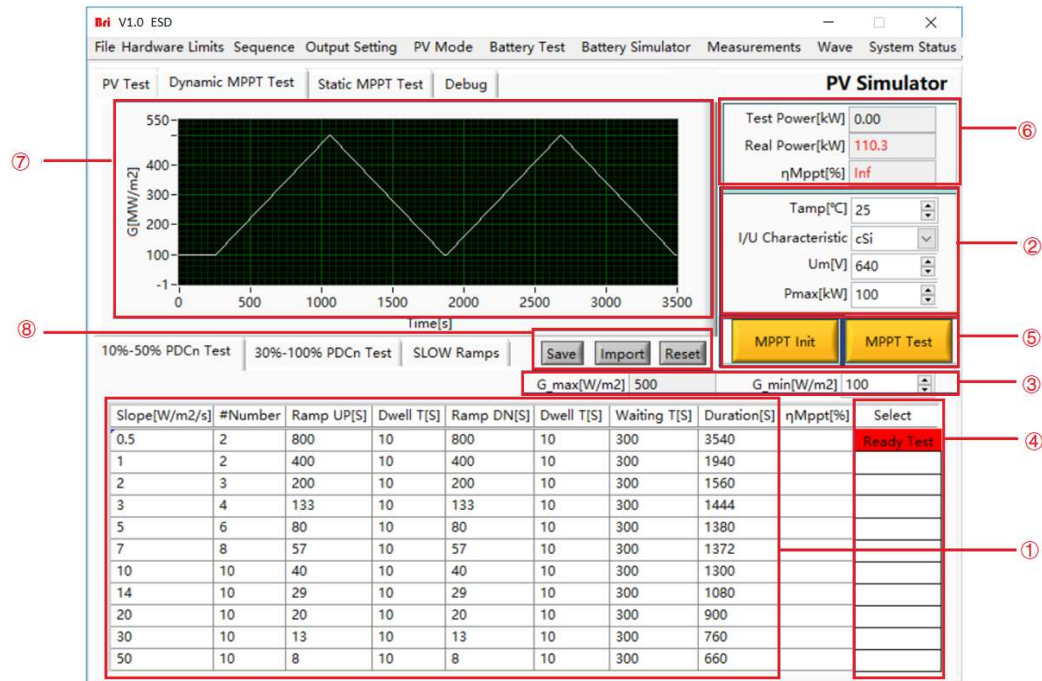

图 5-15 动态 MPPT 测试
**测试步骤：**设置温度 ( $T_{amp}$ )，I/U 特性 (晶硅/薄膜方式)， $U_m$ 、 $P_{max}$ ，起始辐照度等参数 (图 5-15②③)，点击切换测试行所在状态为红色准备状态 (图 5-15④)，依次点击“初始化按钮”(MPPT Init) → “MPPT 测试按钮” (MPPT Test) (图 5-15⑤)，软件将自动计算并显示测试过程中的实时参数 (图 5-15⑥)，在波形显示区生成模拟曲线 (图 5-15⑦)。开始 MPPT 测试后，将会按照测试进度显示剩余测试时间，并显示相应状态；每执行一行后